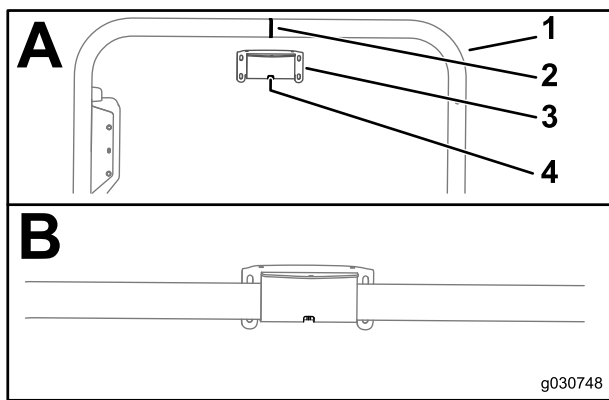

Figure 148
1. Alignez les fentes au centre du support du récepteur et la soudure sur l'axe du tube du système ROPS (Figure 148).